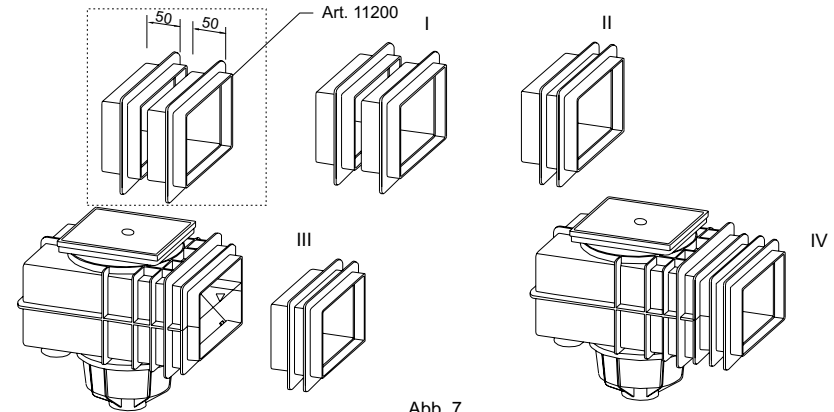

Abb. 7
2.1 Skimmerhalsverlängerung ABS weiß (Art. 11200) (Abb. 7)